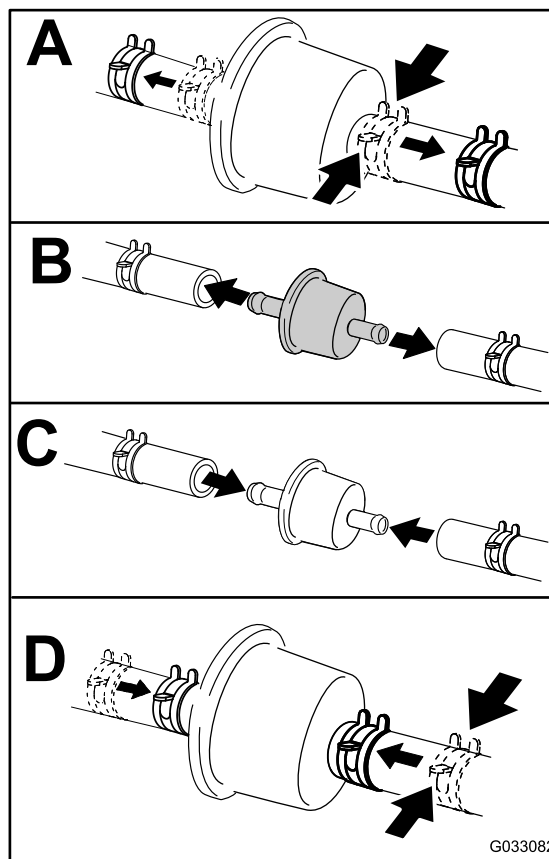

Figura 53
4. Înlocuiți filtrul de combustibil (Figura 53).